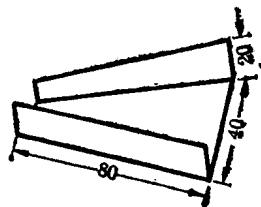

图 3 出钢槽
1. 用铅皮按图 3 下料作一出钢槽，待安装在炉体出钢槽部位；